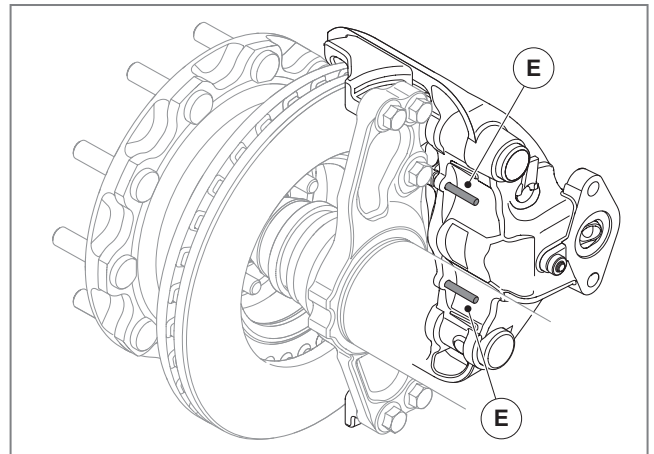

Abb. 22 - Die beiden Führungsstifte der Druckplatte
3. Kontrollieren Sie, ob sich die beiden Führungsstifte der Druckplatte (E) in korrekter Position befinden, siehe ► Abb. 22.